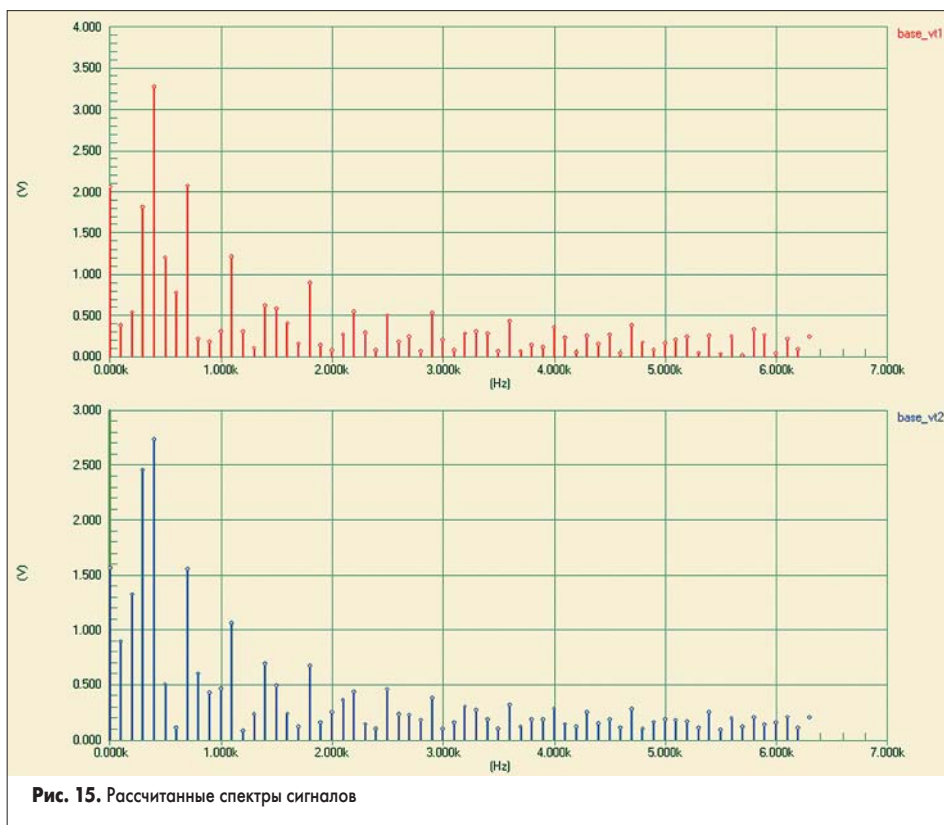

Рис. 15. Рассчитанные спектры сигналов
2. Выполним щелчок правой кнопкой мыши в любом свободном месте страницы и в появившемся контекстном меню выберем команду Document Option. В этом окне включим опции Bold Waveform и Show Data Points, после чего закроем окно. Графики спектров сигналов примут вид, как показано на рис. 15.